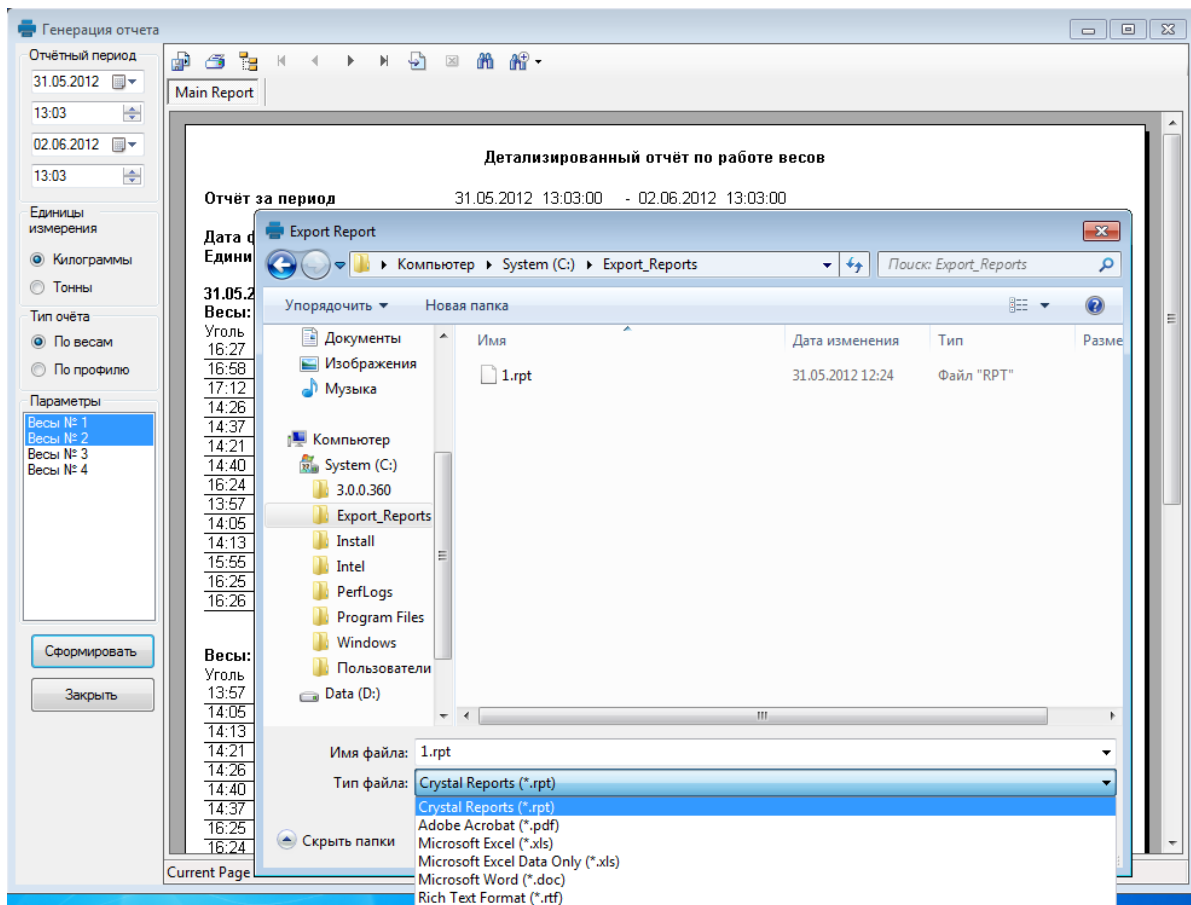

Рисунок 4.6 Сохранение отчета
4.3.3 Сформированный отчет можно распечатать, нажав пиктограмму «Распечатать отчет», или экспортировать в другие форматы для последующего использования, нажав на пиктограмму «Экспортировать отчет», как указано на Рис. 4.6. В открывшемся окне выберите папку для сохранения отчетов, выберите тип файла сохраняемого отчета, введите имя файла сохраняемого отчета и нажмите кнопку <СОХРАНИТЬ>. После завершения процесса сохранения во вновь открывшемся окне нажмите кнопку <ОК>, после чего система вернется в экран «Генерация отчетов». Для выхода в основной рабочий экран нажмите кнопку <ЗАКРЫТЬ>.